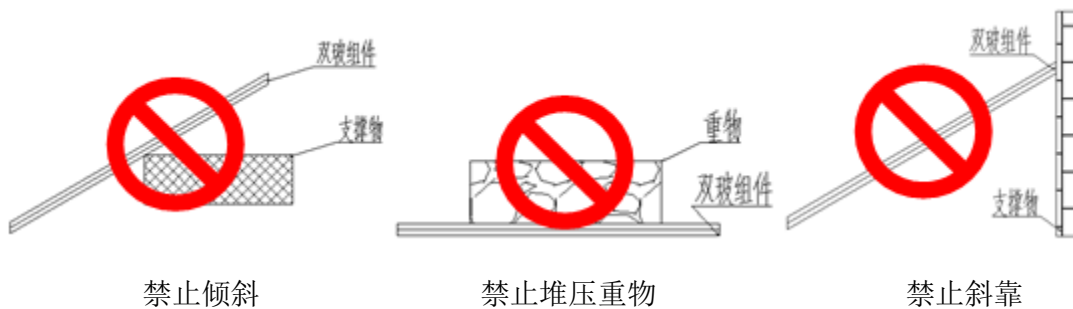

图 3 组件堆放说明
6.1.5 包装箱拆箱需按图 3 进行拆箱，禁止野蛮操作或用撬棍插入箱内撬开，使用工具时注意人身安全与组件安全。